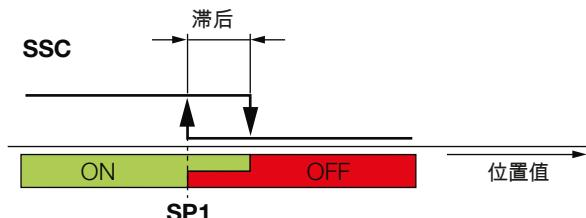

图 6-2: 单点模式中存在识别的示例
- 单点模式 (single-point mode, 图 6-2) : 值 : 1